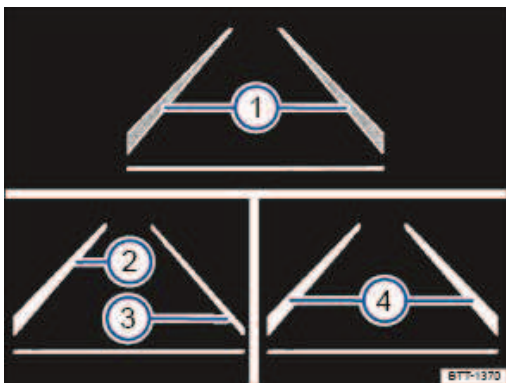

Fig. 132 Sur l'afficheur du combiné d'instruments : indications de l'assistant de maintien de voie
Zones d'affichage sur le combiné d'instruments ⇒ Fig. 132 :
- Le système a repéré une signalisation au sol respectivement à gauche et à droite du véhicule → Fig. 132Ⓞ.
- Le système a repéré une signalisation au sol respectivement à gauche et à droite du véhicule → *Fig. 132*.